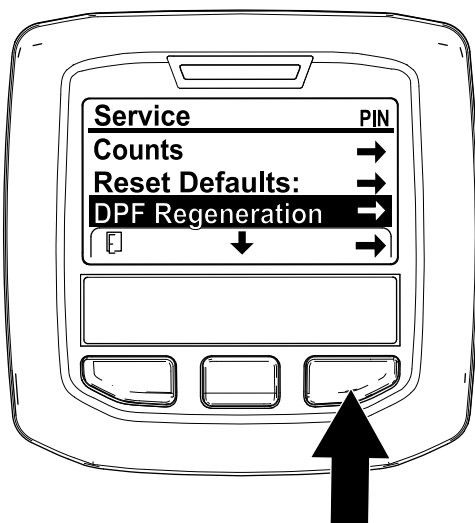

Figura 33
1. Aceda ao menu de manutenção, pressione o botão central para se deslocar para a opção DPF REGENERATION (Regeneração do DPF) (Figura 33).
2. Pressione o botão direito para seleccionar a entrada Regeneração do filtro de partículas de gásóleo (Figura 33).